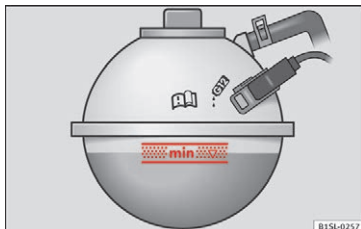

Fig. 170 I motorrummet: markering på kølevæskebeholder
- Kontroller kølevæskestanden på markeringen i siden af kølevæskebeholderen, når motoren er kold » » Fig. 170.
- Motorkølevæskestanden skal være mellem markeringerne på kølevæskebeholderen » » Fig. 170. Fyld kun op til det markerede områdes øverste kant » ».
- Fyld kun motorkølevæske på til den øverste kant ved det markerede område » Fig. 170. Ellers presses overskydende motorkølevæske